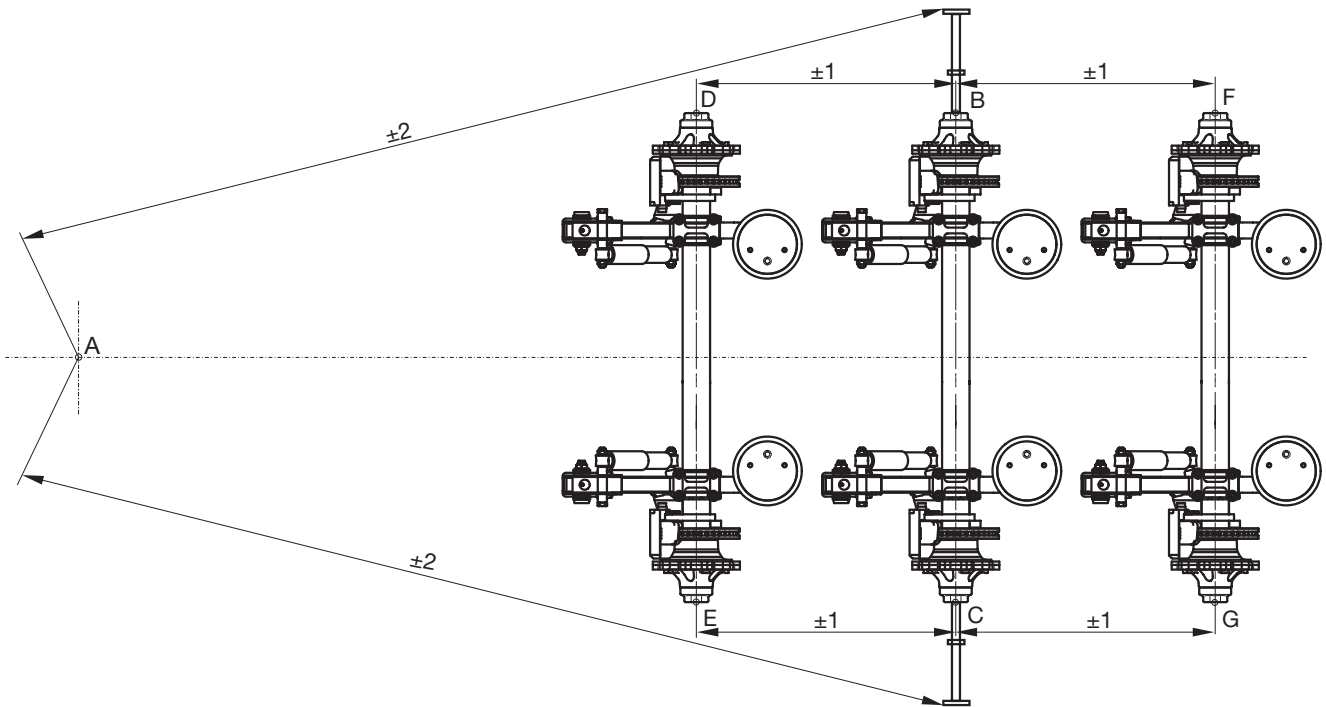
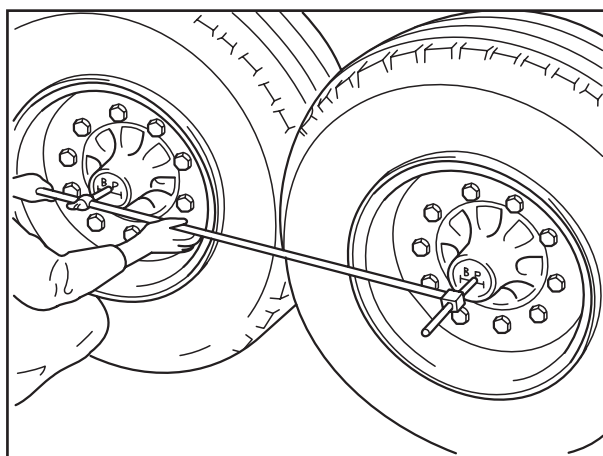

Fig. 3
Fig. 6
[6] Abstand von der Bezugsachse bis zu den nächsten Achsen mit Körnerspitzen im Dreieck der Nabenkapsel (Fig. 6) bzw. bei alten Nabenkapseln in den Ansenkungen der Achsschenkel messen, zul. Toleranz  $\pm 1$  mm (Fig. 3).
- [6] Measure distance from the reference axle to the nearest axles using the triangle in the centre of the hub caps (Fig. 6) or, in the case of old hub caps, in the recesses of the steering knuckles; permissible tolerance  $\pm 1 \text{ mm}$  (Fig. 3).
- ☞ Si les plaques de triangulation sont coudées, faire tourner la vis / le contre-écrou (fig. 6) pour aligner l'essieu. Bloquer la vis en mettant le contre-écrou une fois l'essieu aligné.
- [6] Mesurer l'écart entre l'essieu de référence et les essieux suivants en posant les extrémités d'un pointeau dans le triangle des capuchons (fig. 6) ou, s'il s'agit d'anciens capuchons, dans les creux de la fusée, tolérance  $\pm 1 \text{ mm}$  (fig. 3).